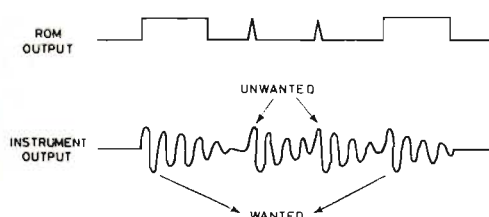

Fig 6. Spikar på utgångarna från avkodaren kan ge ej önskvärda ut signaler från instrumentutgångarna.
- Generatoren får inte producera spikar på utgångarna från minnena. Sådana kan förorsakas när två avkodade räknarlägen inträffar efter varandra. Detta kan ge oönskad trigging av instrumentoscillatorerna så som visas i fig 6.